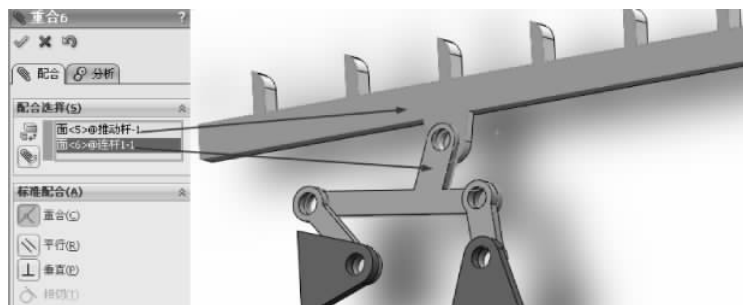

图 3-223 重合配合
(12) 选择【标准配合】选项组下的【重合】配合类型 , 在【要配合的实体】选择框  中选择如图 3-223 所示的面, 其他保持默认, 单击【确定】按钮 , 完成重合配合。